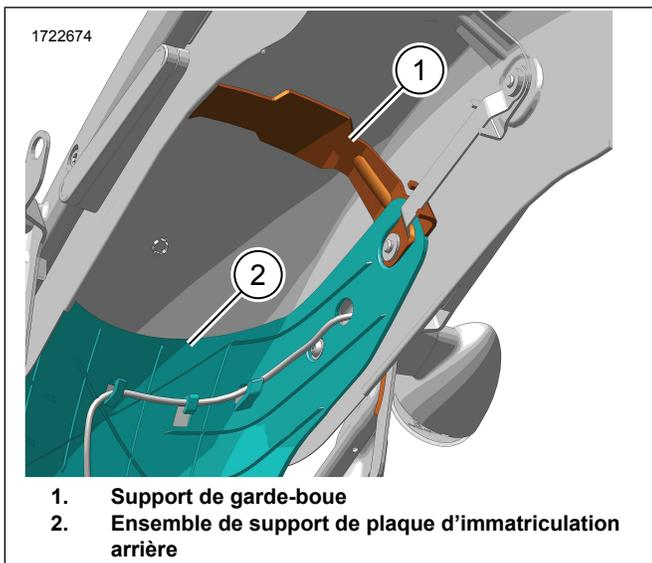

Figure 6. Installation du support de garde-boue (non domestique)
- Figure 6 Installez le support de garde-boue (1).